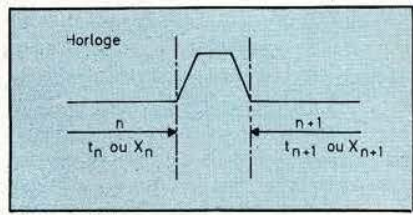

Figure 23.
**D**ans notre numéro précédent nous avons étudié les bascules asynchrones. Elles sont appelées ainsi car rien ne permet de les synchroniser avec quoi que ce soit. Les bascules, que nous appellerons dans ce qui suit, synchrones, auront en outre des possibilités déjà étudiées, un mode de fonctionnement synchrone d'un signal H (statique ou dynamique). Le signal H est appelé Horloge ou Clock Pulse (CP) ou Timing (T). En mode synchrone on distinguera l'état avant une impulsion d'horloge (indice n) de l'état après cette impulsion d'horloge (indice n+1), comme représenté en figure 23.